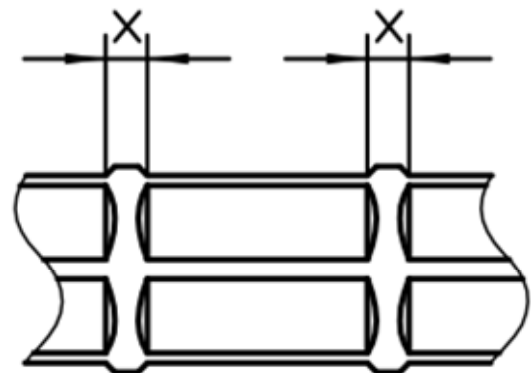

Bild 14
- d. Überprüfen Sie, ob der Abstand zwischen den Verpressungen gleich oder größer ist als der auf der Zeichnung angegebene Abstand (Bild 14).